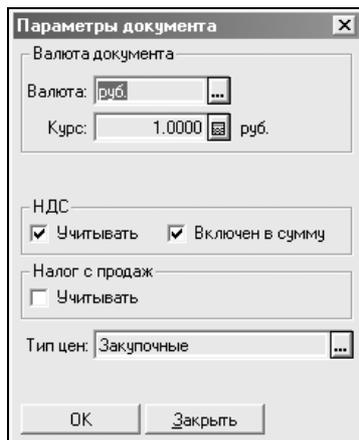

Рис. 6.21. Диалоговое окно **Параметры документа**
- Нажмите кнопку **Цены** — программа предложит диалоговое окно **Параметры документа** для редактирования цен (рис. 6.21).